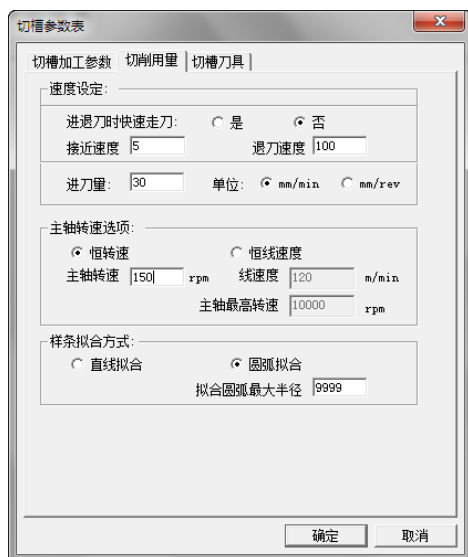

图 4-205 切槽切削用量参数设定
2) 单击“切削用量”选项卡,设置切削用量具体参数如图 4-205 所示。